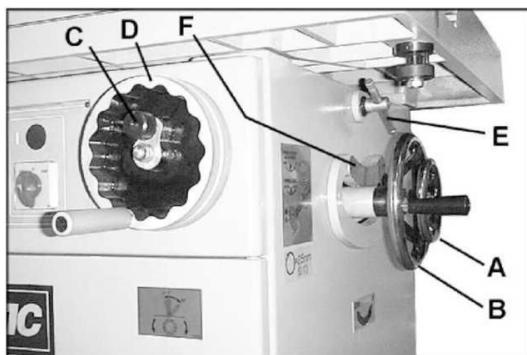

РИСУНОК 29
1. Ослабьте ручку (C) на передней стороне штурвала (D). См. рисунок 29.
2. Ослабьте два фиксатора (E) с обеих сторон станка.
3. Поверните штурвал (D) к необходимому углу наклона, показанному на индикаторе (F).
4. Закрутите ручку (C) и фиксирующие ручки (E).